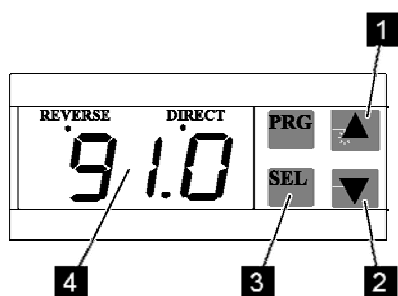

Abb. 33
4. Die Taste „SEL“ (3) loslassen.
- „▲-Taste“ (Abb. 33/1) erhöht die Differenz zur Raumtemperatur
- „▼-Taste“ (Abb. 33/2) verringert die Differenz zur Raumtemperatur.
6. Die Taste „SEL“ (Abb. 33/3) drücken. Die geänderte Differenz zur Raumtemperatur wird gespeichert und im Display (Abb. 33/4) erscheint der nicht belegte Parameter „ST2“ (standardmäßig ohne Verwendung).
7. Um in den normalen Betriebsmodus zurückzukehren, die Taste „SEL“ (Abb. 33/3) nochmals drücken.